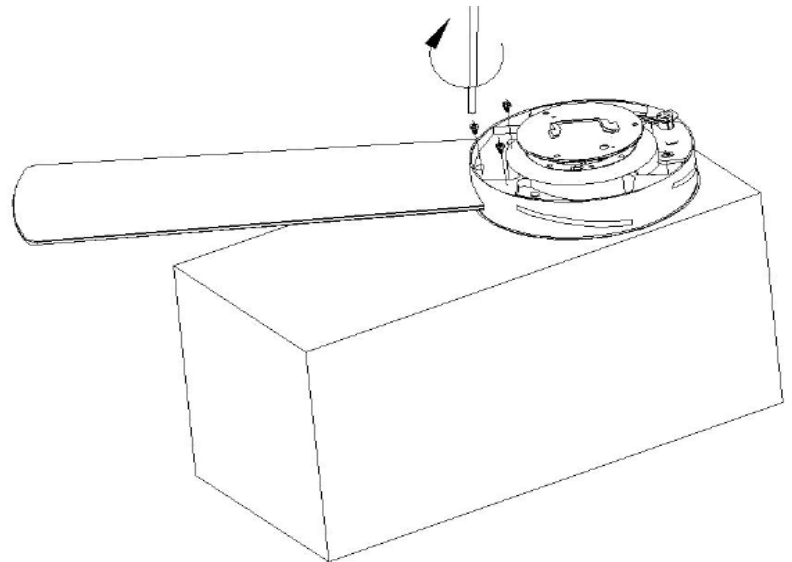

Fig. 5
- Maak de bladen stevig vast met de 3 schroeven en zorg ervoor dat de 3 schroeven even vastzitten. Draai de schroeven niet te ver door aangezien dit de bladen kan beschadigen. Herhaal dit proces voor alle bladen. Fig. 5.